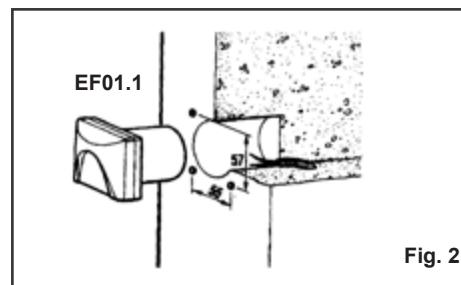

Fig. 2
- Incassare il contenitore della fotocellula e applicare i tasselli al muro come indicato nella Fig. 2.
- Das Photozellegehäuse einmauern und die Dubeln mit Schrauben auf die Wand wie in Abb. 2 einbauen.
- Flush-mount the photocell housing and fit the expanding plugs with screws to the wall according to Fig. 2
- Empotrar el contenido de la fotocélula y aplicar los tacos a la pared como indica la Fig. 2.
- Murer le boîtier de la cellule photoélectrique et appliquer les vis à goujons à la paroi comme indiqué dans la Fig. 2.
- Embeber o contentor da fotocélula e aplicar as calhas à parede conforme à Fig. 2.